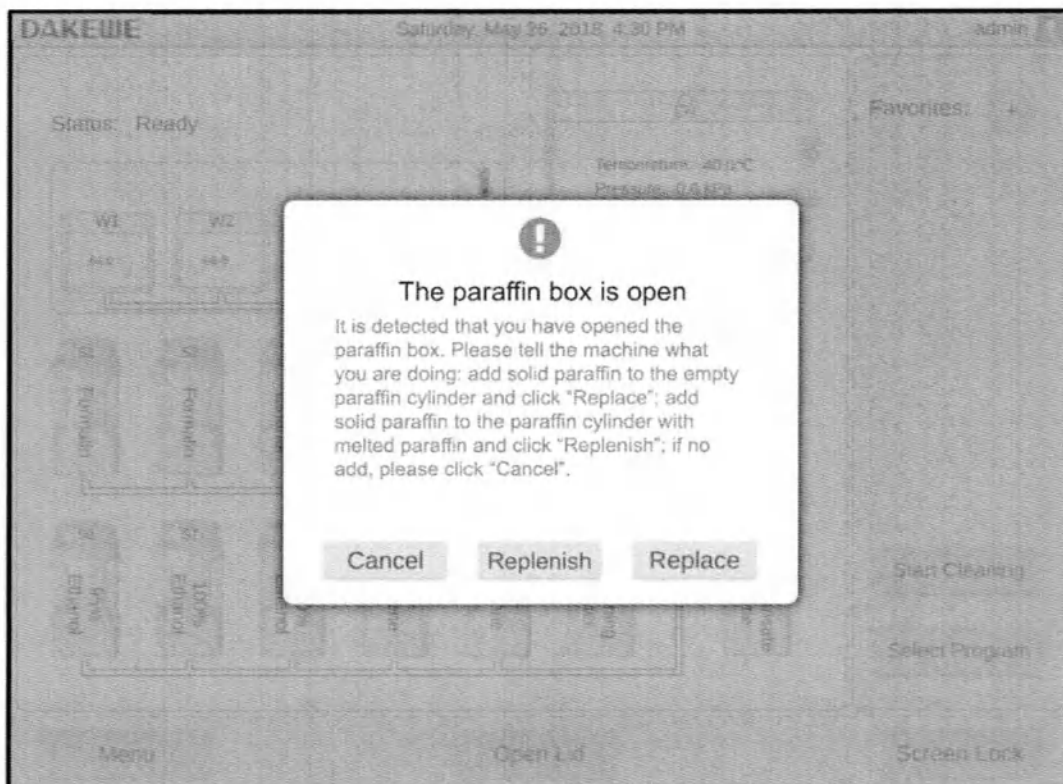

Рисунок 79. Дверца отсека парафиновой станции открыта
- Откройте дверцу отсека с парафином. На экране появится сообщение с вопросом о том, что следует делать (рис. 79).